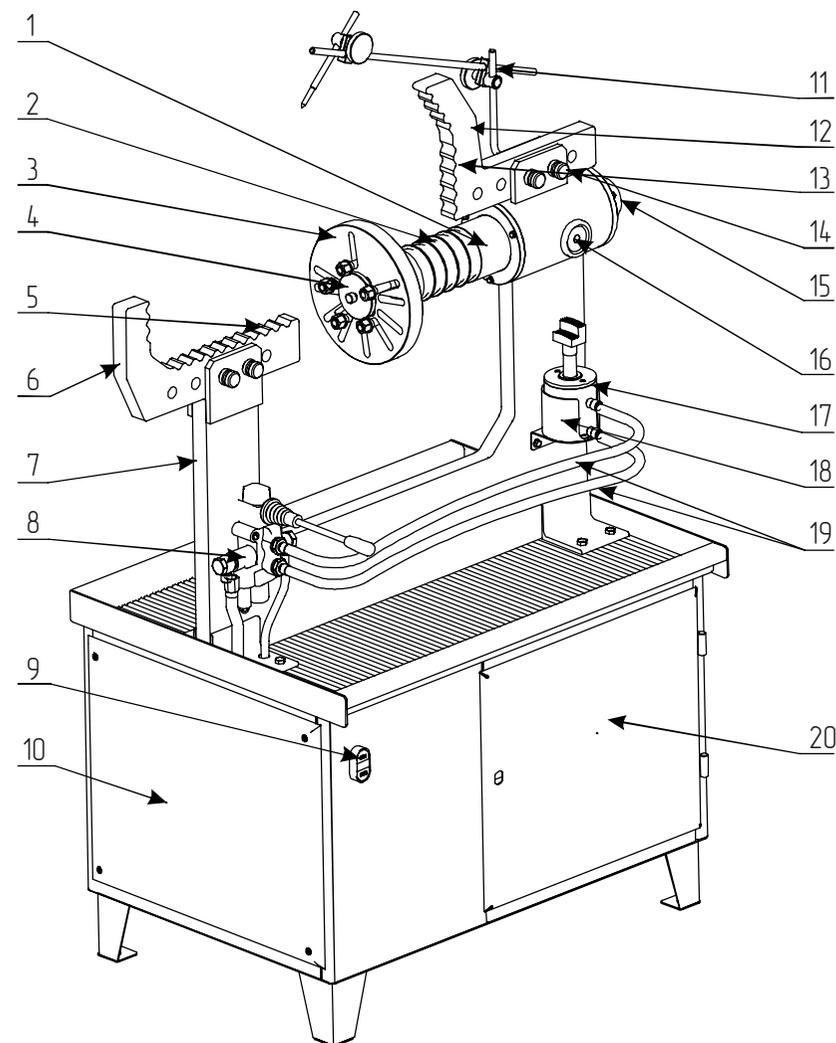

Рис. 1
Внешний вид стенда для правки дисков «Фаворит» приведен на *рис. 1*.
- 6.1.1. Распакуйте стенд и отдельные узлы. Установите стенд на ровной площадке с твердым покрытием таким образом, чтобы обеспечивался свободный доступ к элементам конструкции, а стенд устойчиво стоял на всех четырех опорах. Установите упоры следующим образом: на левое окончание трубки установите упор с опорными площадками, расположенными с внутренней стороны; на правое — упор с опорными площадками, расположенными с наружной стороны. Проверьте положение упоров по *Рис. 1*. Соберите и установите индикатор биения. Удалите сухой ветошью консервационную смазку с элементов конструкции.